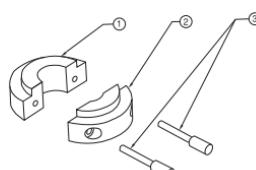

Figura 3
- Monte las dos secciones de la abrazadera del intravenoso (elementos 1 y 2 en la Figura 3) alrededor del soporte del mismo.